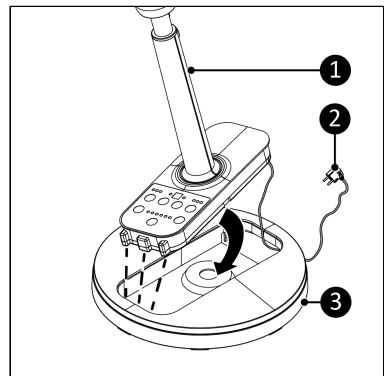

Abbildung 41.
2. Platzieren Sie das Stromkabel (Abbildung 41, Pos. 2) durch die Öffnung des Fußes (Abbildung 41, Pos. 3).
3. Drücken Sie den Ventilator (Abbildung 41, Pos. 1) in die Öffnung des Fußes, bis dieser einrastet.